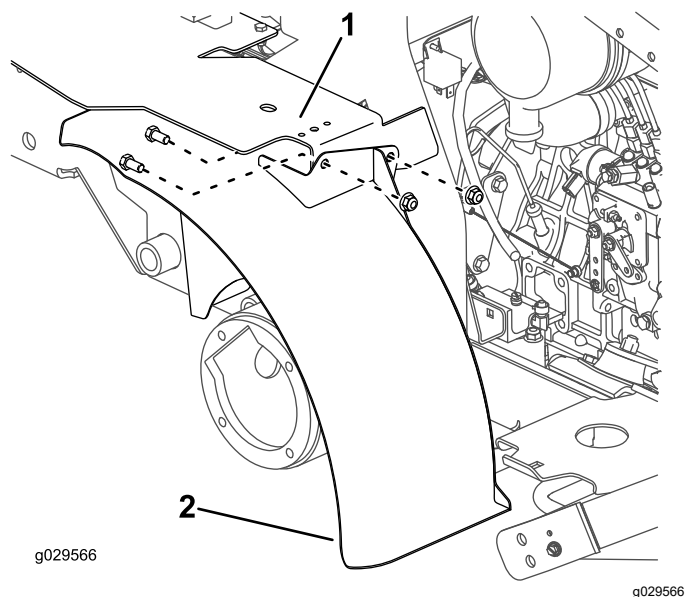

図 24
6. 左フェンダ上部にブラケットを仮止めするボルト $\frac{3}{8} \times \frac{3}{4}$ "2本とナット $\frac{3}{8}$ "2個を使用して 図 24 のように取り付ける。